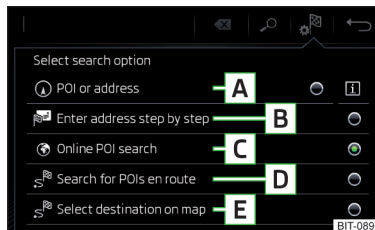

Fig. 211
Surfaces fonctionnelles » fig. 211
- ▶ Puis sélectionnez l'une des options de recherche de destination **A**, **C** ou **D** » fig. 211 à la page 190.
- Appuyez ensuite sur la touche de fonction \mathbb{F} → **E** » fig. 211 à la page 190.